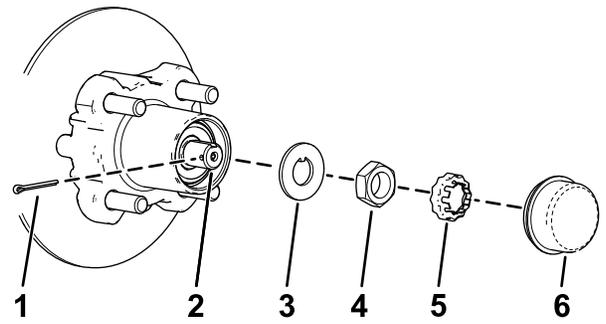
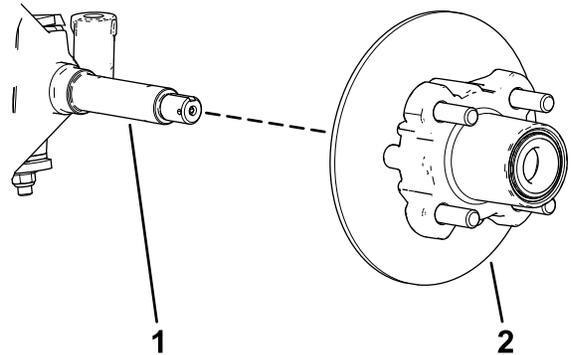

図 22
図 23
4. ハブからダストキャップを取る 図 22。
5. スピンドルとスピンドルナットから、コッターピンとナットリテーナを外す 図 22。
6. スピンドルからスピンドルナットを外し、スピンドルからハブローラアセンブリを取り出す 図 22 と 図 23。